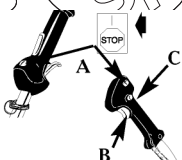

Рис. 9В
2. Установите кнопку-фиксатор (С). Нажмите вниз переключатель (А), а затем, удерживая рычаг (В) в широко открытом положении, нажмите и удерживайте кнопку регулировки оборотов (С). Отпустите рычаг дросселя (В). Рычаг дросселя (В) теперь останется в полностью нажатом положении (Рис. 9В).